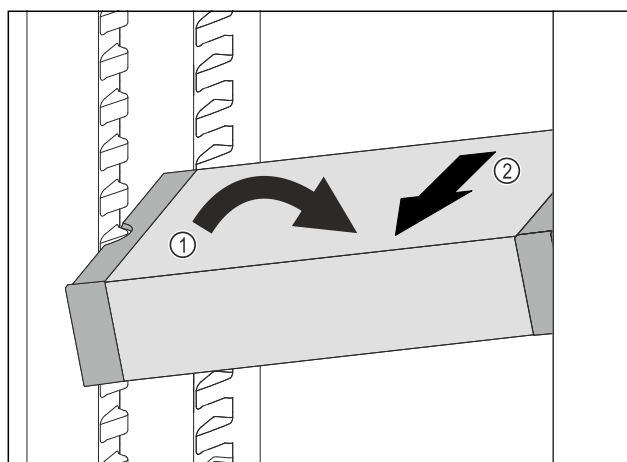

Fig. 102
- ▶ Predal VarioSafe postavite v hladilniku postrani. Fig. 102 (1)
- ▶ Predal VarioSafe izvlecite v smeri naprej. Fig. 102 (2)